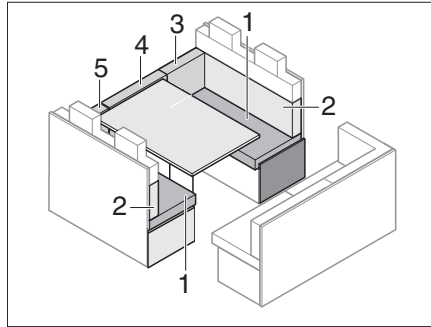

Bild 175 Före ombyggnaden
- Ta bort ryggdynorna (Bild 175,3,4 och 5) och lägg dem åt sidan.